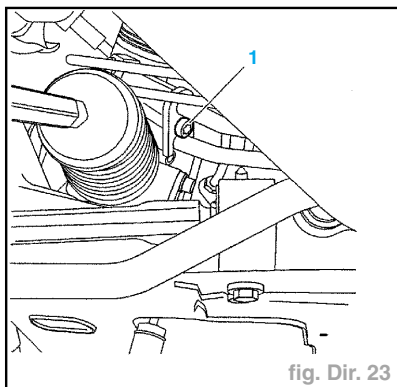

fig. Dir. 23
- Déposer la vis (1) (fig. Dir. 23).